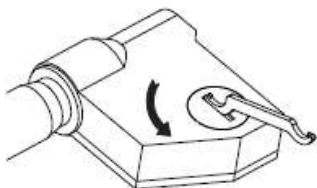

рис. 1
- Поверните крышку батарейного отсека на 45° против часовой стрелки с помощью гаечного ключа (рис. 1), затем снимите ее.